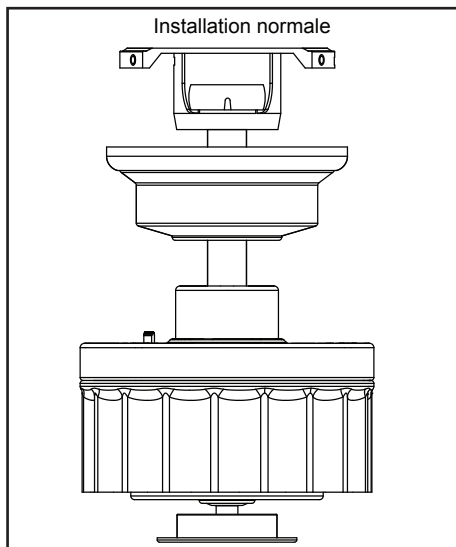

Figure 9
4. Soulevez avec précaution l'ensemble du ventilateur vers le support de fixation au plafond. Assurez-vous que la languette de support de fixation est correctement placée dans le sillon de la boule de suspension. (Figure 9)